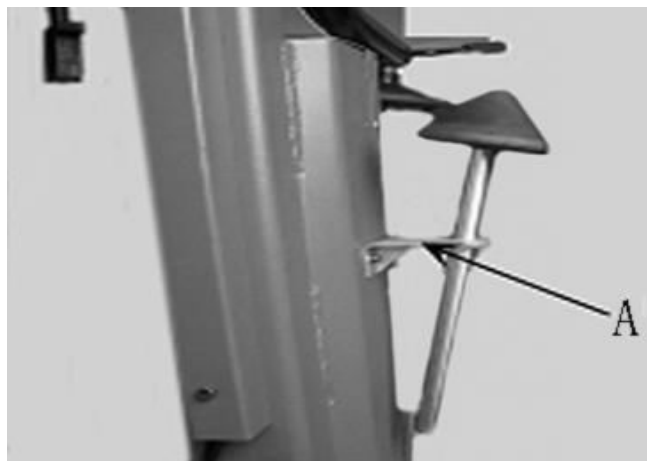

Рис. 7-9
7.1.9 По Рис.7-9 зафиксируйте опорный конус на кронштейне корпуса и установите конус на кронштейне.
7.2.2 Сначала разместите зажим по размеру шины и затем зажмите диск зажимом и поместите конический ролик для зажима шины в центре диска (Рис.7-11) . Нажмите ручной клапан, чтобы придавить диск, пока внешняя сторона диска не окажется ниже поверхности зажима. В этот момент Вы можете немедленно заблокировать диск. Поднимите опорную ручку и поместите ее в рабочее положение, снимите конический ролик и поместите его на опору. (Рис.7-9А)